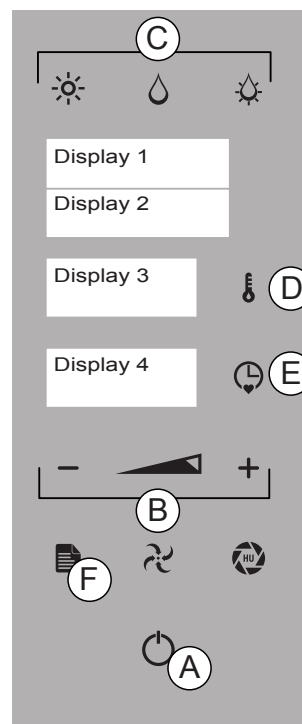

Fig.1
7. Appuyer sur la touche "TEMPS" (Fig 1/E) et la touche "TEMPÉRATURE" (Fig 1/D) pour configurer la température de la chambre de cuisson. Enfoncer la touche "TEMPERATURE" pour confirmer.
Enfoncer la touche "ENVOI" (Fig 1/A) pour lancer la fonction.
8. Pour quitter la fonction, enfoncer la touche "MENU » (Fig 1/F).
Une fois atteinte la **température inférieure** configurée, la mention "END" clignote (Fig. 1 Écran 4).
Une fois atteinte la **température supérieure** configurée, la mention "END" clignote (Fig. 1 Écran 4) et la mention "ENTRETIEN" s'affiche.
Le four conserve la température configurée la plus basse (Fig. 1 Écran 2).
Pour sortie de la fonction et retourner au menu principal, appuyer sur la touche « MENU » (Fig 1/F).
Enfoncer la touche "ENVOI" pour activer le menu principal (Fig 1/A). Enfoncer la touche "MENU" (Fig 1/H). À l'aide des touches "MOINS" et "PLUS" (Fig 1/B), sélectionner la fonction « RECETTES » puis appuyer sur la touche "ENVOI" pour confirmer.
Enfoncer la touche "ENVOI" et sélectionner le mode de cuisson souhaité : CONVECTION, VAPEUR, MIXTE, LEVAGE (Fig 1/C).